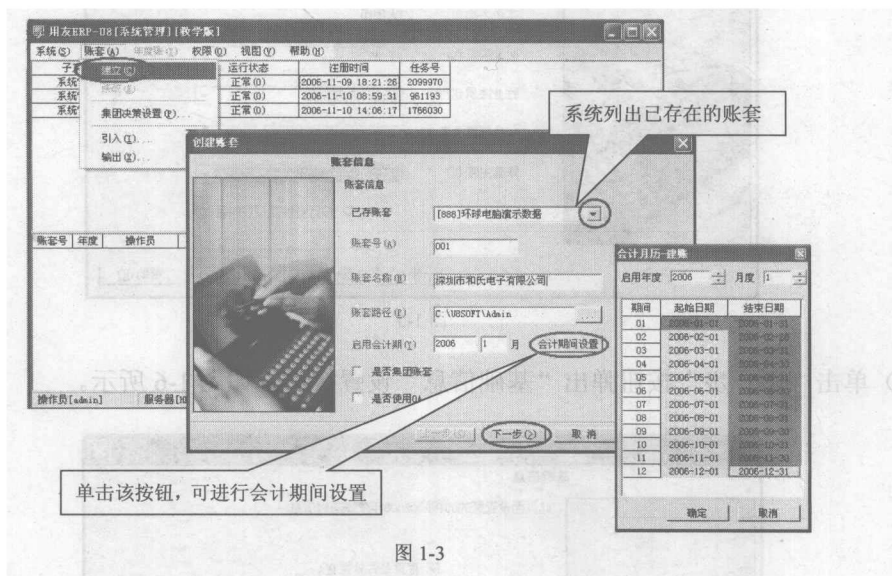

图 1-3
(1) 在“系统管理”窗口中,以系统管理员(admin)身份注册,然后单击“账套”菜单下的“建立”选项,系统弹出“创建账套”窗口,如图1-3所示。